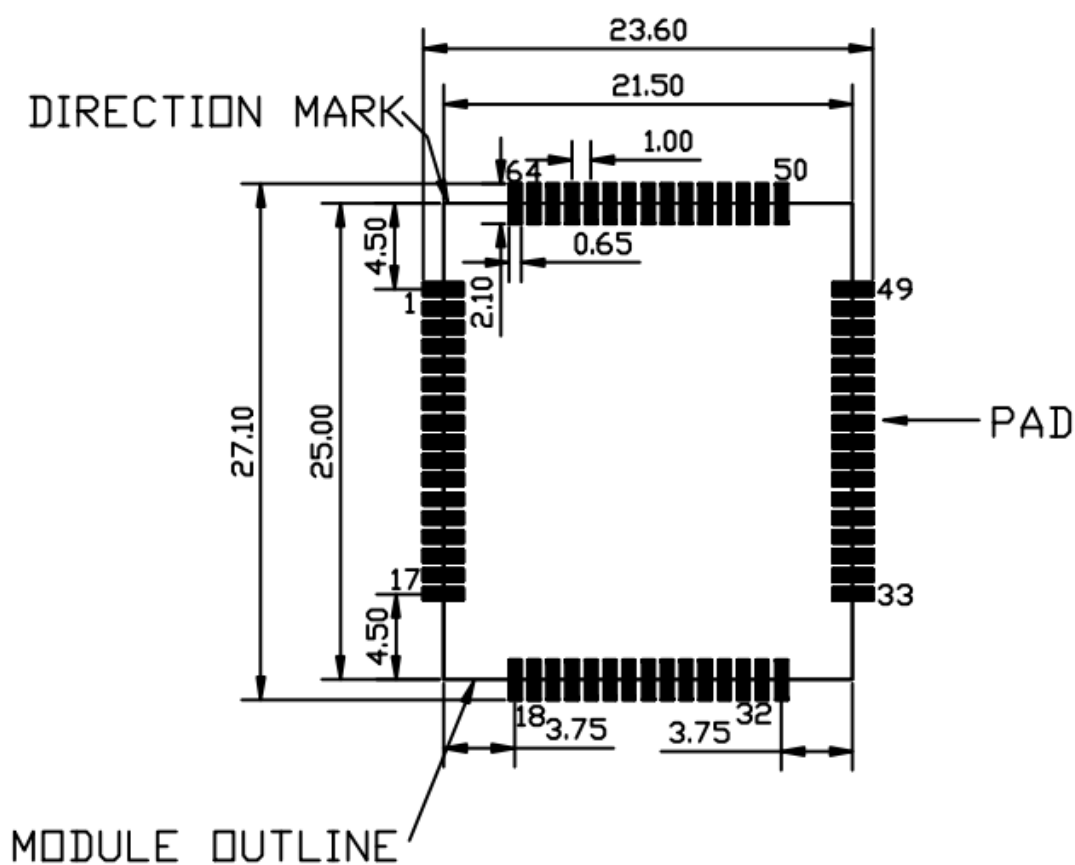

图 6-1 推荐焊盘钢网Top view
- 2) 模块散热焊盘钢网开口建议参考下图。图6-1和图6-2是推荐的钢网及尺寸。